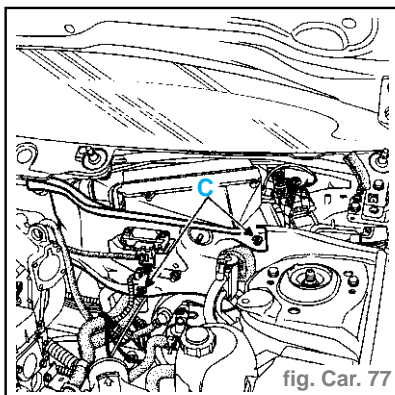

fig. Car. 77
- Déclipser le capteur de pression et le dégager sur le moteur, puis déposer la cloison de boîte à eau, cinq vis (C). (fig. Car. 77)
- Déclipser le capteur de pression et le dégager sur le moteur puis déposer la cloison de boîte à eau, cinq vis (C) (fig. Car. 77)